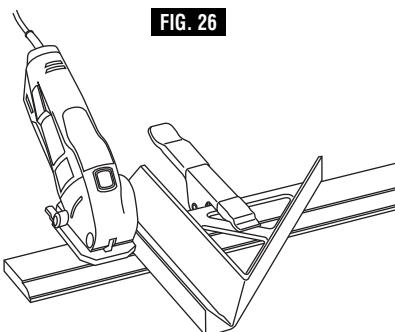

FIG. 26
3. Cortes rectos: Utilice el borde exterior de la guía de corte como tope-guía (Fig. 26)